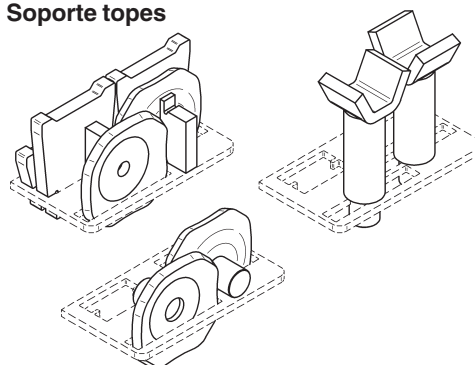

Fig. 1
- Traversa a funzionamento idraulico con arresto meccanico (vedi Fig. 1).
- Hydraulic wheel free jack with mechanical stop (see fig. 1)
- Hydraulisch gesteuerter Heber mit mechanischer Stützvorrichtung (siehe Abb. 1).
- Traverse à fonctionnement hydraulique avec arrêt mécanique (voir fig. 1).
Con rif. a Fig. 1:
With reference to Fig. 1:
Zu Abb. 1:
Référence Fig. 1:
Con ref. a la Fig. 1: